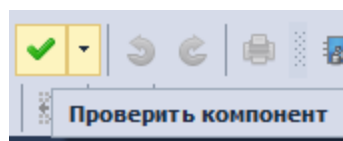

Рис. 304 Запуск проверки компонента
7. Выполните проверку компонента, см. Рис. 304: